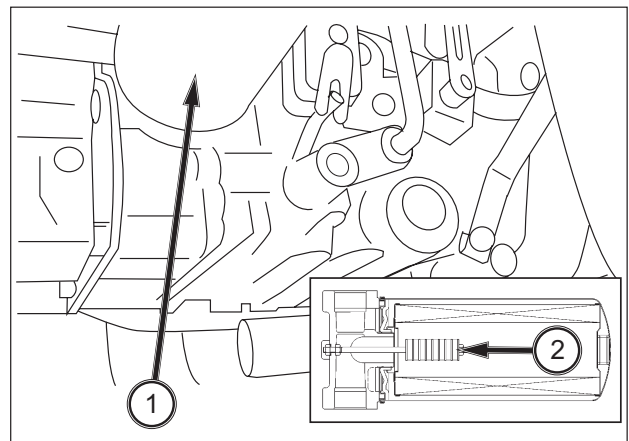

ABB. 130
**ABB. 130:** Auswechseln des Getriebeölfilters (Sub): Bei einem Ölwechsel immer auch den Getriebeölfilter auswechseln. Den Ölfilter (1) vorsichtig aus dem Getriebe heraus-schrauben. Dazu einen Ölfilterschlüssel verwenden.